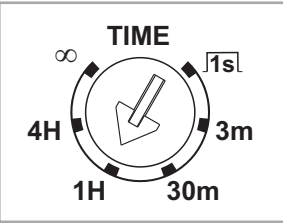

fig.11
- WRR1 har 6 timer tider: ∞ / 3m / 30m / 1H / 4H / ∞ (se fig.11).